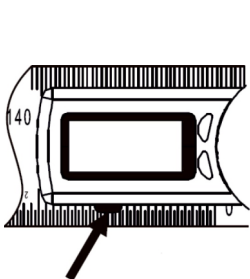

Abb.1
- » Drücken Sie auf den Batteriehalter (Abb.1).